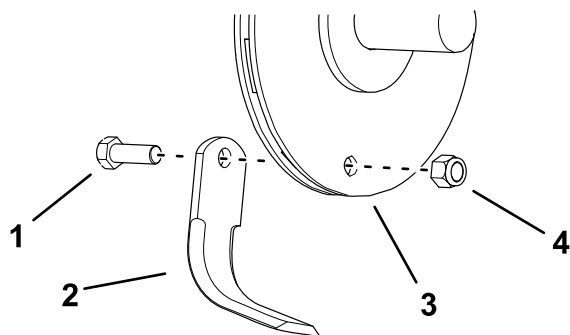

Рисунок 6
4. Отверните болт ($\frac{5}{8}$ x $1\frac{3}{4}$ дюйма), гайку ($\frac{5}{8}$ дюйма) и снимите зуб (Рисунок 6).
6. Установите новый зуб так, чтобы он был направлен в ту же сторону, что и старый (Рисунок 6).